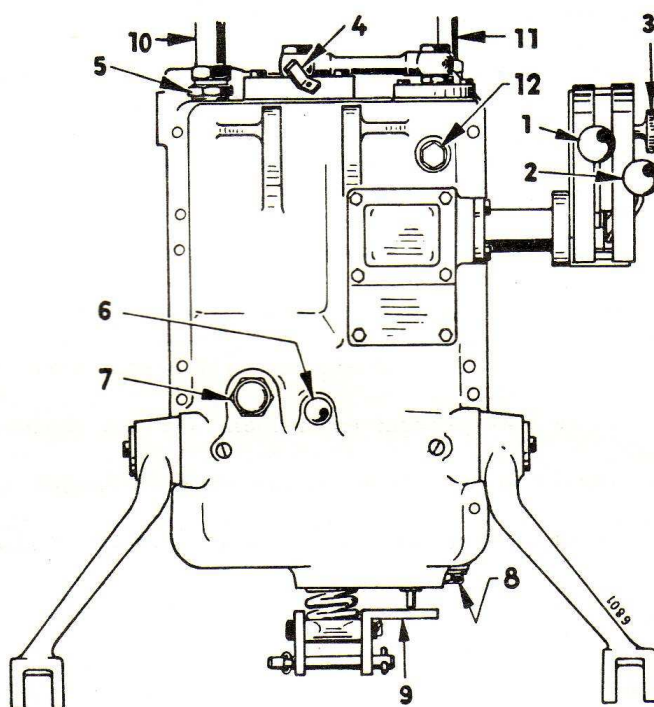

Fig. 73
- Enlevez le filtre (7) fig. 73 et versez l'huile par cette ouverture jusqu'au repère supérieur de la jauge, en utilisant un filtre à mailles serrées.
Le filtre d'aspiration (5) fig. 73 doit être nettoyé et l'huile hydraulique renouvelée à des intervalles de temps réguliers, en vue d'assurer un fonctionnement exempt de tout aléa.